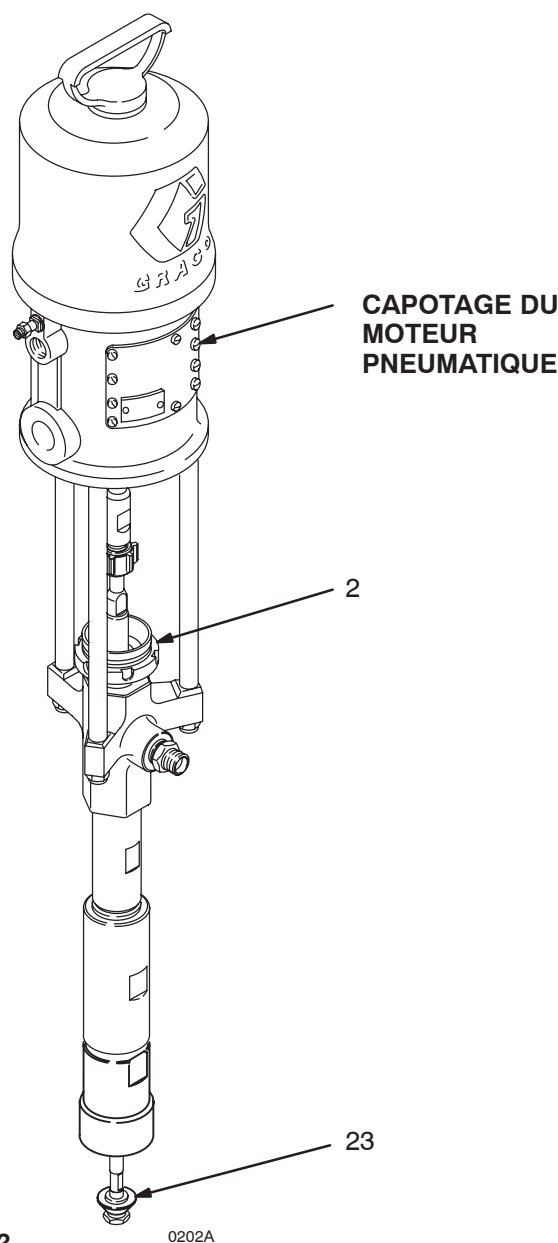

Fig. 2
1. Remplir au tiers l'écrou/coupelle de presse-étoupe (2) avec du liquide d'étanchéité pour presse-étoupe (TSL) ou un solvant compatible. Voir la Fig. 2.
Des pièces mobiles sont susceptibles de pincer ou de sectionner des doigts ou toute autre partie du corps. Quand la pompe est en marche, le piston d'amorçage (2) (situé à l'entrée de la pompe) et le piston du moteur pneumatique (situé derrière le capotage du moteur pneumatique) se déplacent. Voir la fig. 2. Voilà pourquoi il ne faut JAMAIS faire fonctionner la pompe si le capotage du moteur est ôté et garder les mains à l'écart du piston d'amorçage.